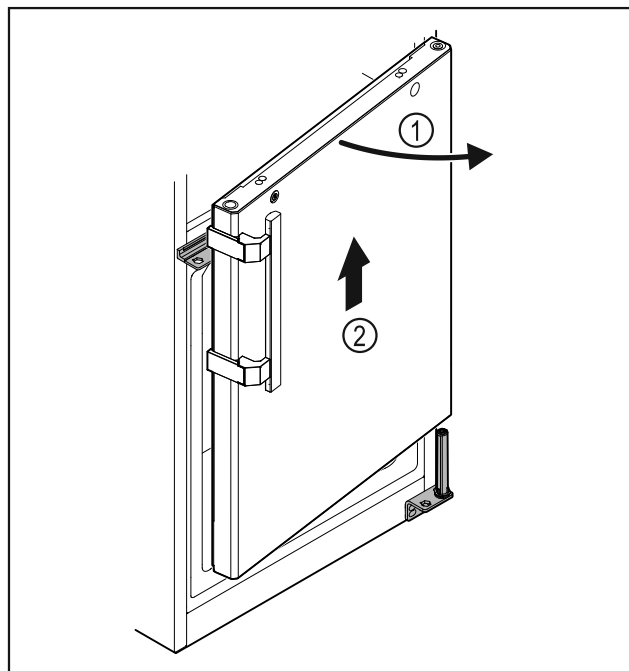

Fig. 33
- ▶ Lagano otvorite vrata Fig. 33 (1), dignite ih cca 200 mm ravno prema gore i skinite Fig. 33 (2).